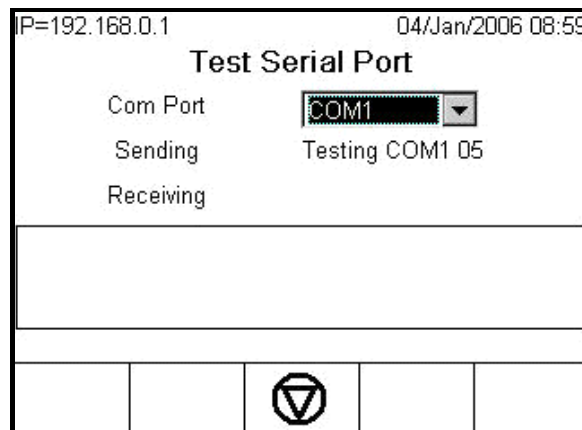

Figura 3-23: Schermata del test seriale
- Premendo il soffkey AVVIO , una stringa di dati viene trasmessa in output ripetutamente circa una volta ogni tre secondi (figura 3-23). I dati sono: [Testing COMx:nn] (Prova COMx:nn in corso) dove "x" è la porta COM e "nn" è un valore di incremento che parte da 00 e continua fino a 99. Ogni trasmissione incrementa tale valore di un'unità.